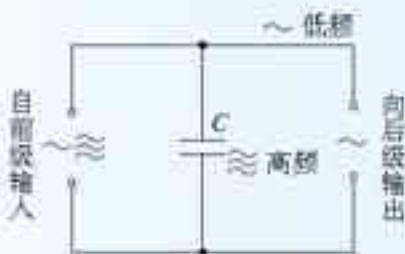

图 5.3-8 高频旁路电容器
- 在电子技术中,从某一装置输出的交流常常既有高频成分,又有低频成分,如果只需要把低频成分输送到下一级装置,可以在下一级电路的输入端并联一个电容器(图 5.3-8),这样,进入下一级的高频成分就很少了,这种电容器叫做高频旁路电容器,说一说,这个电容器怎样起到高频旁路的作用。